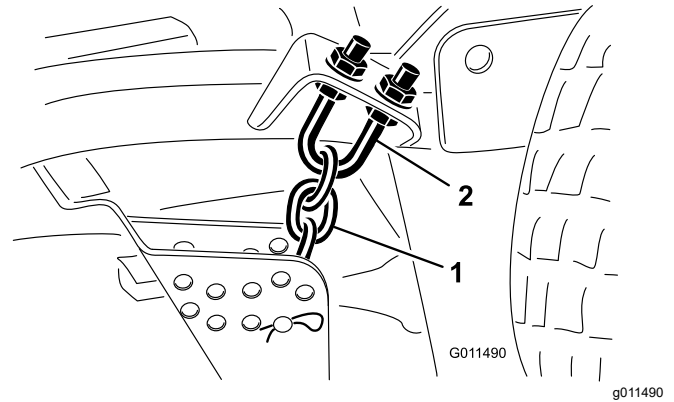

Bild 83
1. Lockern Sie die Klemmmuttern an der Ober- oder Unterseite des U-Bügels an der Schnitthöhenkette (Bild 83).